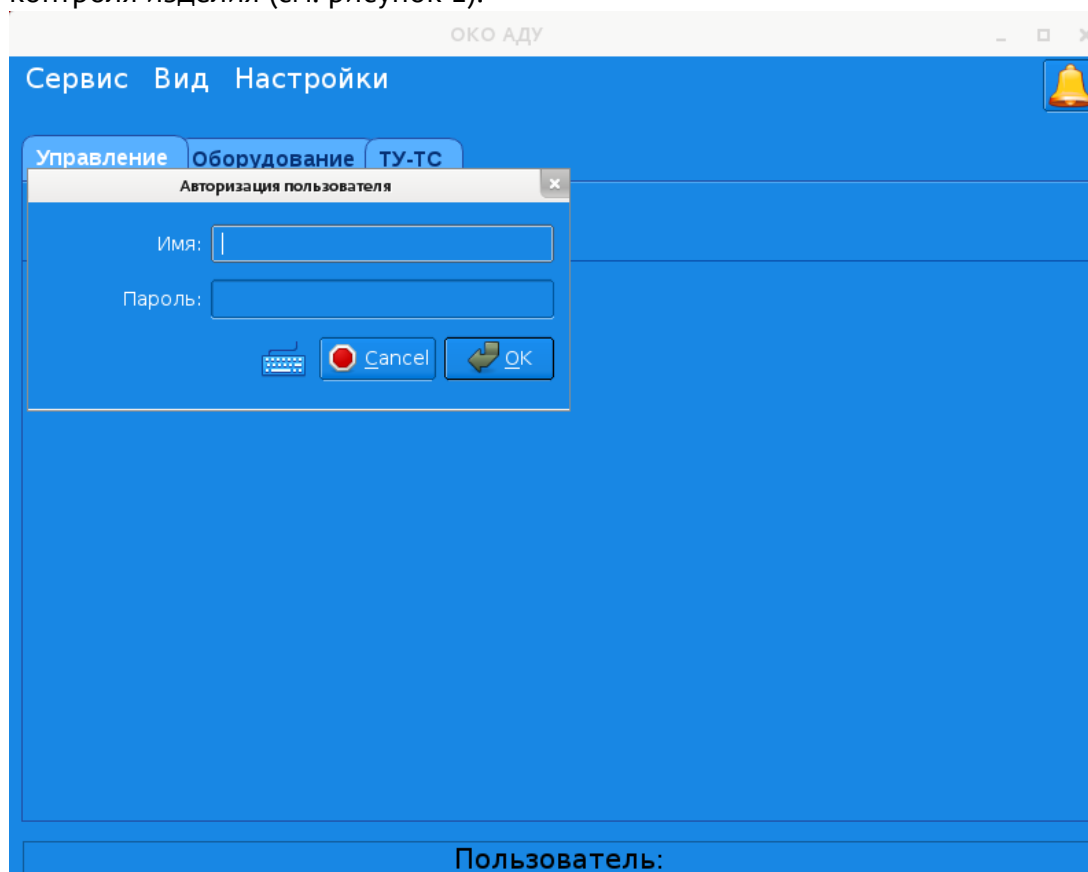

Рисунок 1
2.1.1 После включения и полной загрузки АДУ на экране должно появиться главное "окно" контроля изделия (см. рисунок 1).
Для просмотра и настройки порогов включения и отключения обогревателя, кондиционера и светоограждения, необходимо выбрать вкладку "Настройки" в меню "Сервис" (см. рисунок 1).